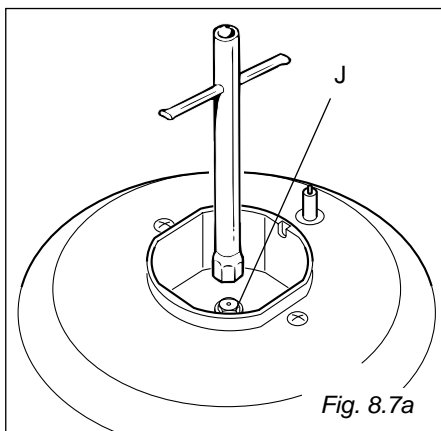

Fig. 8.7a
- A l'aide d'une clé plate, remplacer les injecteurs "J" (Fig. 8.7a, 8.7b) par ceux qui conviennent au gaz que l'on va utiliser. (vd. Tableau des injecteurs).